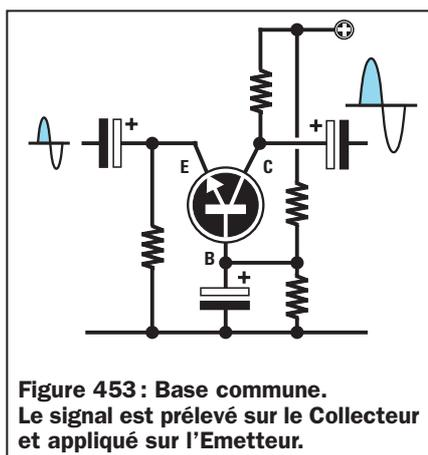

Figure 453 : Base commune. Le signal est prélevé sur le Collecteur et appliqué sur l'Emetteur.
*"Common Base" ou "Base commune"* (voir figure 453)